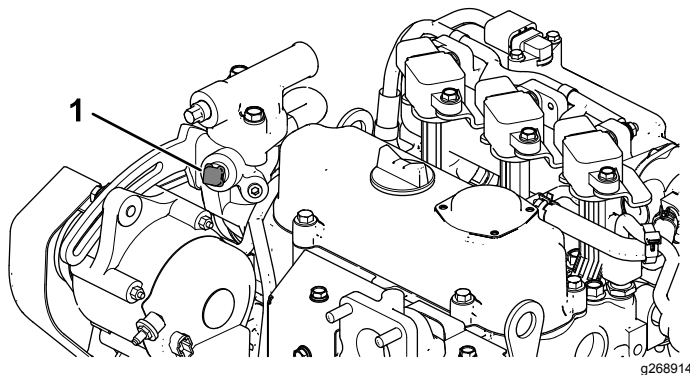

Figure 12
- A. Déposez le bouchon du boîtier de thermostat (Figure 12).